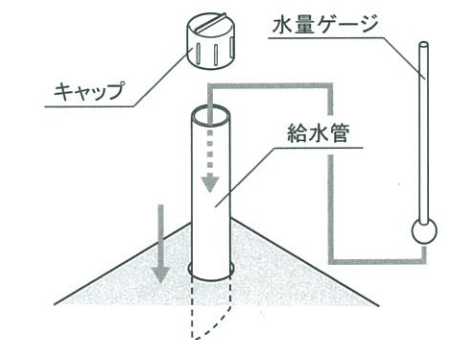

図3
7. 給水管②を仕切板の丸穴にセットします。このとき、土壌の上部から給水管のキャップが見える位置まで押し込んでください。その後、キャップを外し、水量ゲージの浮きを下にして給水管の中に落とし込み、キャップを取付けてください。(図3)